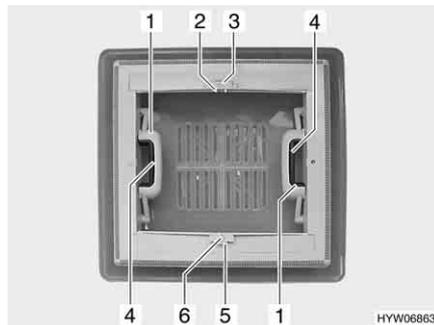

Fig. 17 Lanterneau à poussoirs
- Appuyer sur le verrou (Fig. 17,4) vers l'intérieur du lanterneau. Pousser le lanterneau simultanément vers le haut par la poignée (Fig. 17,1).
- Tirer fortement le lanterneau vers le bas par les deux poignées (Fig. 17,1) jusqu'à ce que les deux poussoirs s'encliquettent.
- Pousser le dispositif de blocage (Fig. 17,5) vers le côté extérieur du lanterneau.
- Tirer sur la poignée (Fig. 17,6) du store occultant jusqu'à toucher la poignée de la moustiquaire (Fig. 17,2) située vis-à-vis et la laisser s'enclencher.
- Appuyer sur la poignée (Fig. 17,2). Le dispositif de blocage sera alors débloqué.
- Laisser revenir lentement le store occultant en le maintenant par la poignée (Fig. 17,6).
- Pousser le dispositif de blocage (Fig. 17,3) vers le côté extérieur du lanterneau.
- Tirer sur la poignée (Fig. 17,2) de la moustiquaire jusqu'à toucher la poignée du store occultant (Fig. 17,6) située vis-à-vis et la laisser s'enclencher.
- Laisser revenir lentement la moustiquaire en la maintenant par la poignée (Fig. 17,2).